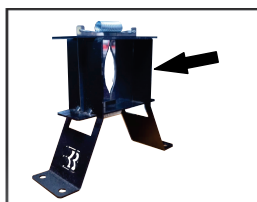

Figura 2
- Fixe-o pelos 4 furos de 8 mm contidos no Corpo do Raspador Soldado (1).
- Posicione a cana entre a abertura das Lâminas(2) conforme figura 2 e faça movimentos de ida e volta rotativo até chegar ao resultado desejado na limpeza da cana.
-Fixe-o pelos 4 furos de 8 mm contidos no Corpo do Raspador Soldado (1).
-Posicione a cana entre a abertura das Lâminas(2) conforme figura 2 e faça movimentos de ida e volta rotativo até chegar ao resultado desejado na limpeza da cana.